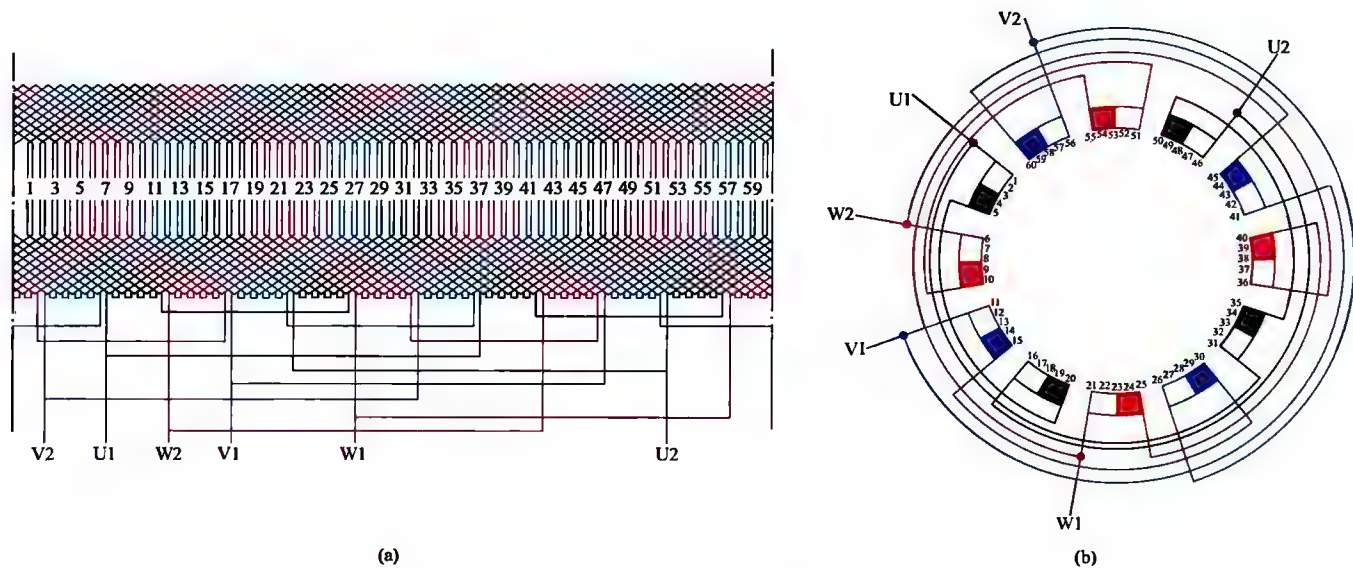

图 1-47 三相 4 极 60 槽双层叠绕组 2 路接法
47. 三相 4 极 60 槽双层叠绕组 2 路接法展开图与接线圆图 (见图 1-47)